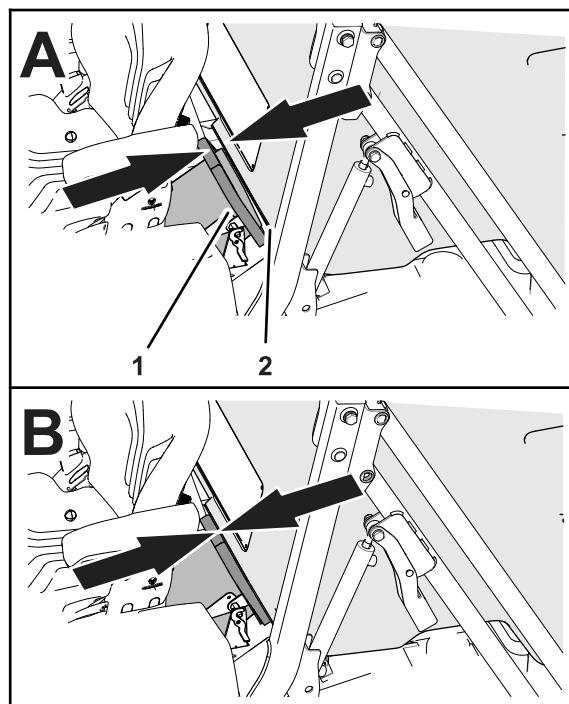

Figura 110
3. Fate scorrere la tramoggia in avanti o all'indietro, fino a che l'entrata è allineata con la tenuta della guida di scarico (Figura 110).